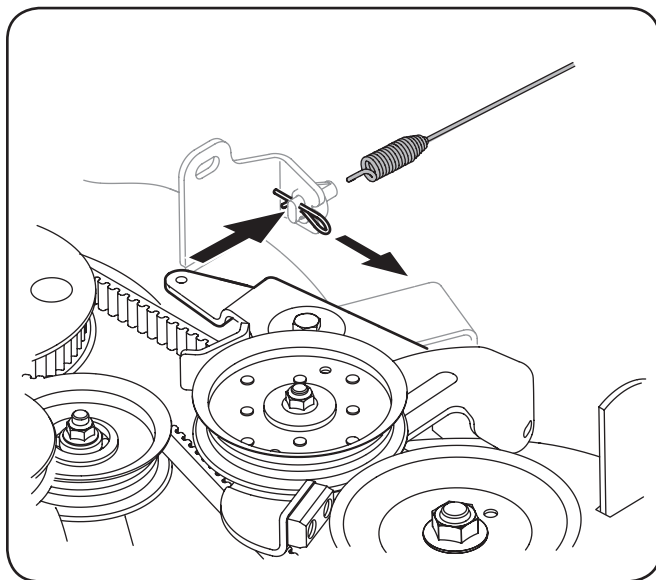

Figure 7-4
13. Retirez la goupille à cliquet, puis décrochez le ressort du câble d'entraînement du bras de renvoi. Voir Figure 7-4.